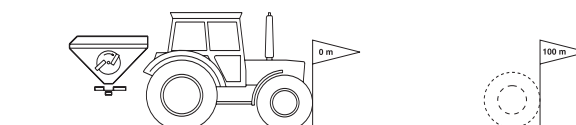

Fig. 26
1. Medir en la parcela un trayecto de medición de 100 m exactos. Marcar el punto de partida y de llegada de dicho trayecto de medición (Fig. 26).